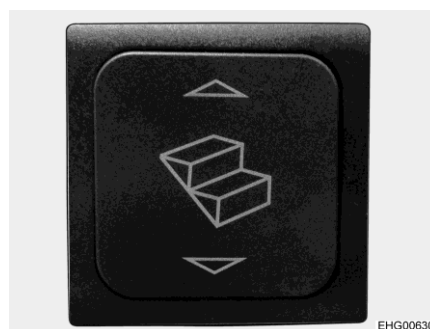

Bild 1 Wippschalter Eintrittstufe
- Ausfahren:** ■ Wippschalter (Bild 1) unten drücken, bis die Eintrittstufe vollständig ausgefahren ist.
- Einfahren:** ■ Wippschalter (Bild 1) oben drücken, bis die Eintrittstufe vollständig eingefahren ist.